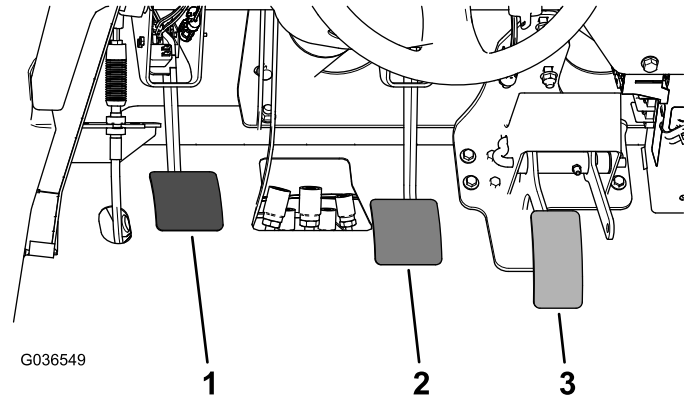

図 61
2. ブレーキペダル 図 61 を持ち上げてフレームに接触させる。
3. ヨークをマスターシリンダのシャフトに固定しているジャムナットをゆるめる 図 61。